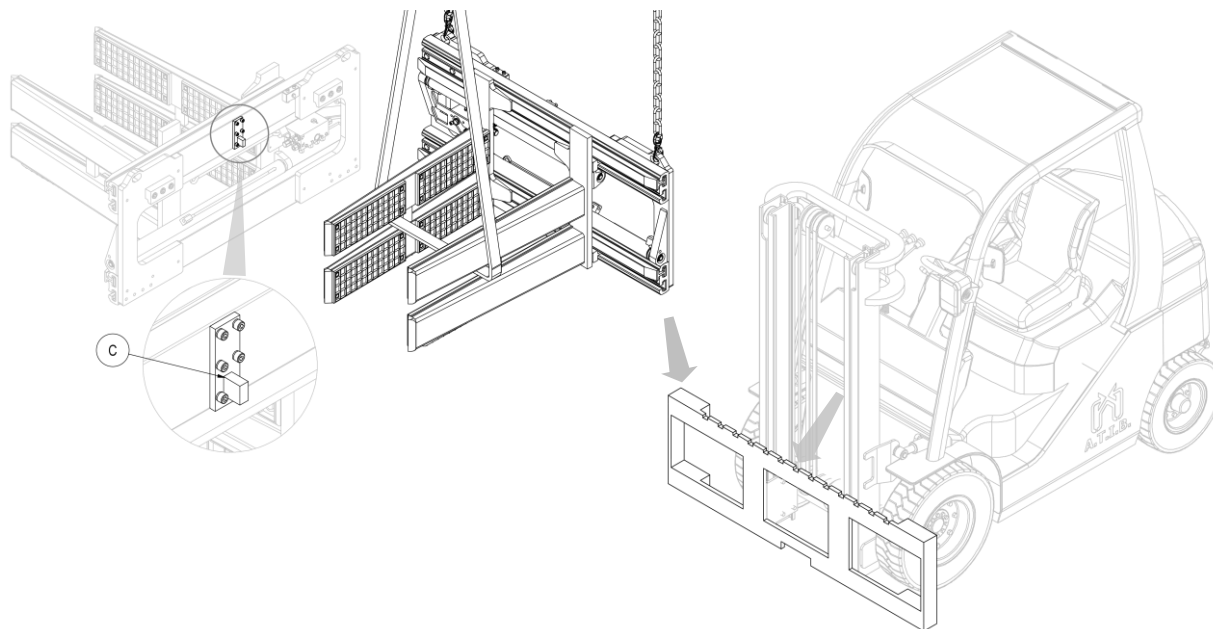

Figura 3
6. Agganciare quindi l'attrezzatura con un carroponete o un paranco di portata sufficiente e posizionarla sulla piastra porta forche, avendo cura di incastrare il dente di centraggio C nella tacca centrale della stessa (vedi *Figura 3*).